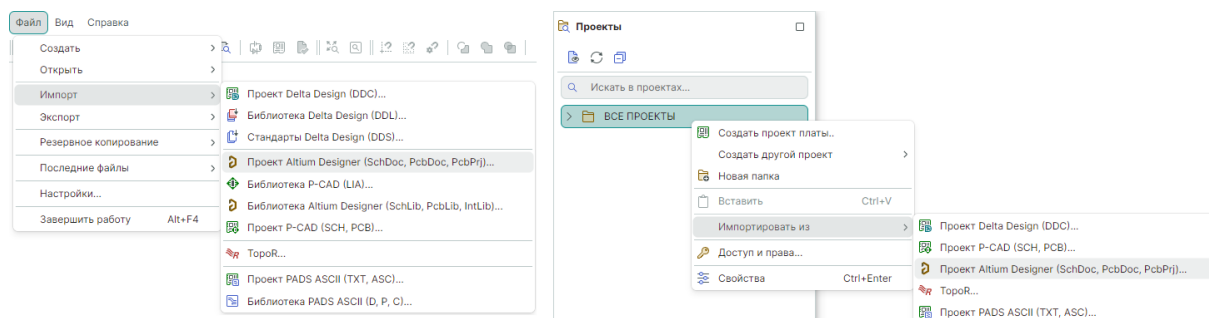

Рис. 15 Вызов мастера импорта проекта
- из контекстного меню, вызванного с выбранного узла панели «Проекты» → «Импортировать из» → «Проект Altium Designer (SchDoc, PcbDoc, PcbPrj)...», см. Рис. 15.